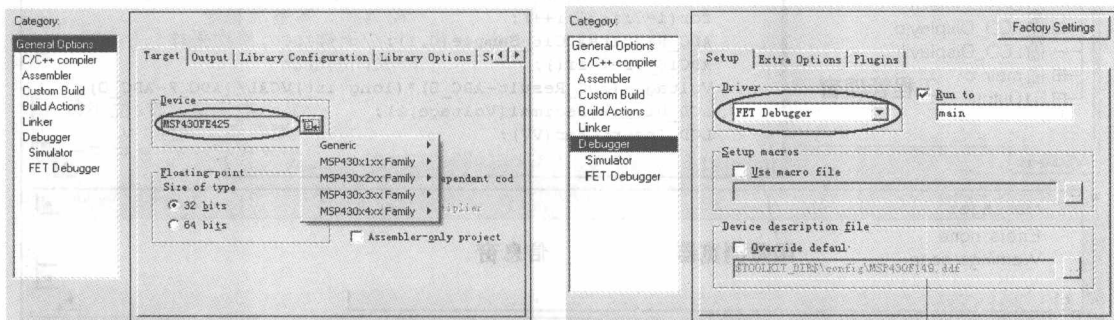

图 1.2.2 配置工程属性
5) 配置工程属性。在工程管理器内工程名上点击右键->Options... 弹出一个属性配置菜单(见图 1.2.2)。该菜单中有大量的可设置选项，用于配置工程。在后面将随着程序的深入逐步介绍部分配置选项的用法。这里大部分采用默认设置，只用改动两个选项：首先要指定 CPU 型号，不同处理器的 Flash 存储空间不同，这关系到生成代码的定位。在 General Options 项内选择 Device->MSP430x4xxFamily->MSP430FE425。其次是设置仿真调试器驱动，在 Debugger 项内的 Setup 页 Driver 框内选择 FET Debugger。